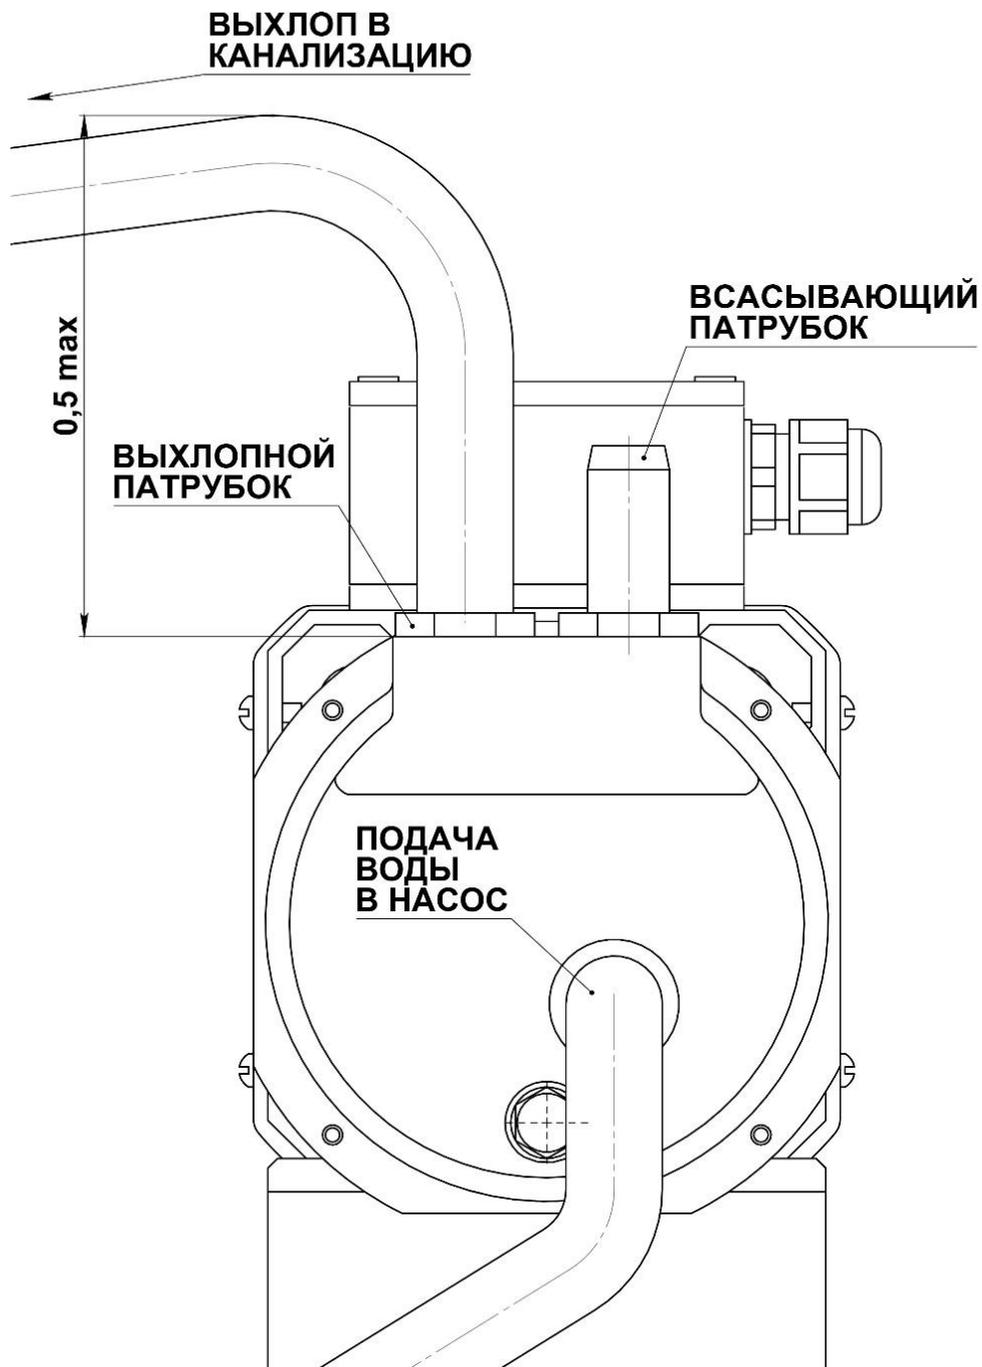

Рис.12
- 9) Выхлопной патрубок насоса 14 подсоединить к месту сброса отработанных газов и рабочей жидкости (воды), рис. 12.
- 9) Выхлопной патрубок 16 подсоединить к месту сброса отработанных газов и рабочей жидкости (воды), рис. 12.